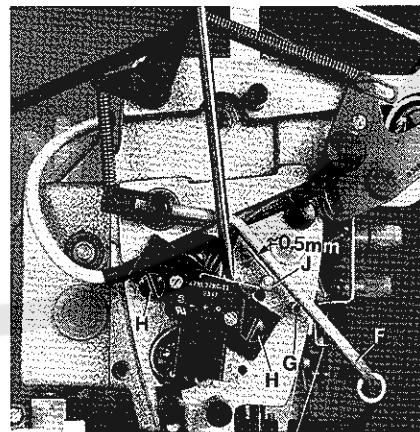
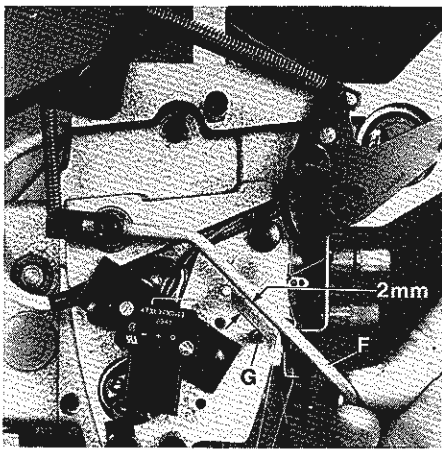

Fig.57
Fig. 58
Loosen the two screws (H, Fig.57) and position the micro switch so the roller lever (J) of switch has still an end play of approx. 0,5 mm (.020 in.) (see Fig.57) below actuating lever (F) resting on roll pin (G), in order not to damage the switch. Retighten screws (H). The micro switch is set correctly when the motor of the metering device switches off at the time the actuating lever (F, Fig.58) has raised by 2 mm (5/64 in.) (see Fig.58) from roll pin (G).
Lösen Sie die beiden Schrauben (H, Fig.57) und positionieren Sie den Mikroschalter so, daß der Rollenhebel (J) des Schalters noch etwa 0,5 mm (siehe Fig.57) Spiel nach unten hat, wenn der Schaltbügel (F) an der Spannhülse (G) anliegt, damit der Schalter nicht beschädigt wird. Ziehen Sie die Schrauben (H) wieder an.
Der Mikroschalter ist richtig eingestellt, wenn beim Abheben des Schaltbügels (F, Fig.58) von der Spannhülse (G) um 2 mm (siehe Fig.58), der Motor des Zumeßgeräts ausschaltet.